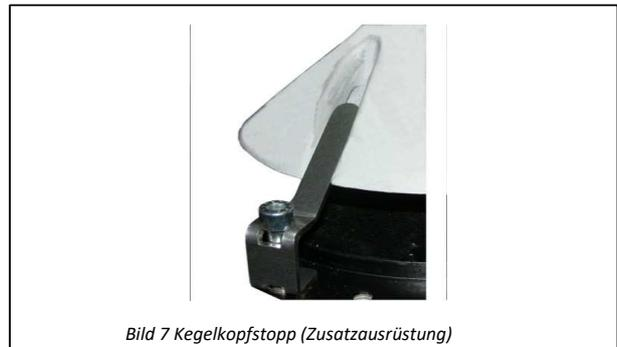

Bild 7 Kegelkopfstopp (Zusatzausrüstung)
2. Zum Arretieren des Kegelkopfes den Kegelkopf-Stopp leicht an den Motorflansch anschrauben, so dass der Kegelkopf sich nicht mehr verdrehen lässt (Bild 7)